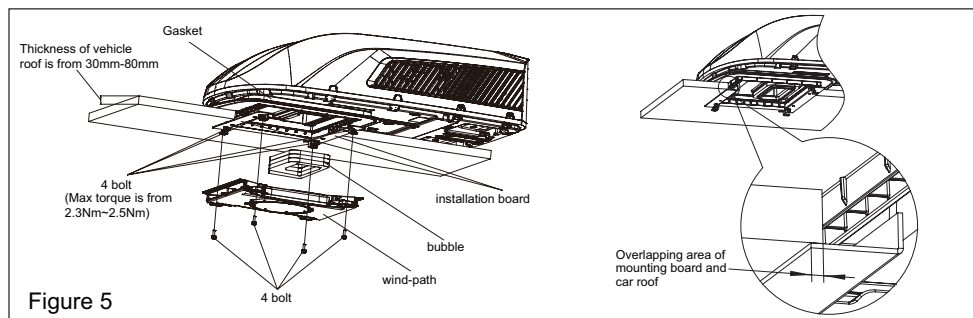

Figure 5
3. Pour visser les boulons, vous pouvez utiliser des outils automatiques. Ne pas serrer à fond un boulon et ensuite en serrer d'autres, afin d'empêcher le grippage des filetages. Lors de l'installation des supports de montage, les trous de vis des 4 longs boulons doivent être alignés avec les 4 trous de l'adaptateur. En outre, les supports de montage doivent chevaucher la surface du plafond du véhicule. (Voir figure 5).